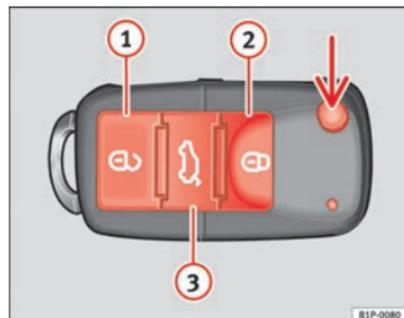

Fig. 64 Teclas de la llave con mando a distancia
Con la tecla \Rightarrow fig. 64 (flecha) del mando, se desbloquea el paletón de la llave.
Desbloqueo del vehículo \Rightarrow fig. 64 ①.
Bloqueo del vehículo \Rightarrow fig. 64 ②.
Desbloqueo del portón trasero. Pulse la tecla \Rightarrow fig. 64 ③ hasta que todos los intermitentes del vehículo parpaddeen brevemente. Al pulsar la tecla de desbloqueo \Rightarrow fig. 64 ③, dispone de 2 minutos para abrir el portón. Una vez transcurrido este tiempo se bloqueará de nuevo.
Además, el testigo de la pila de la llave \Rightarrow fig. 64, parpadea.
Pulsando una vez la tecla \Rightarrow fig. 64 ①, se abrirá sólo la puerta del conductor, permaneciendo el resto cerradas.
Pulsando dos veces la tecla  ⇒ página 110, fig. 64 , se desbloquearán todas las puertas.
- Pulse la tecla  ⇒ página 110, fig. 64 del mando a distancia.